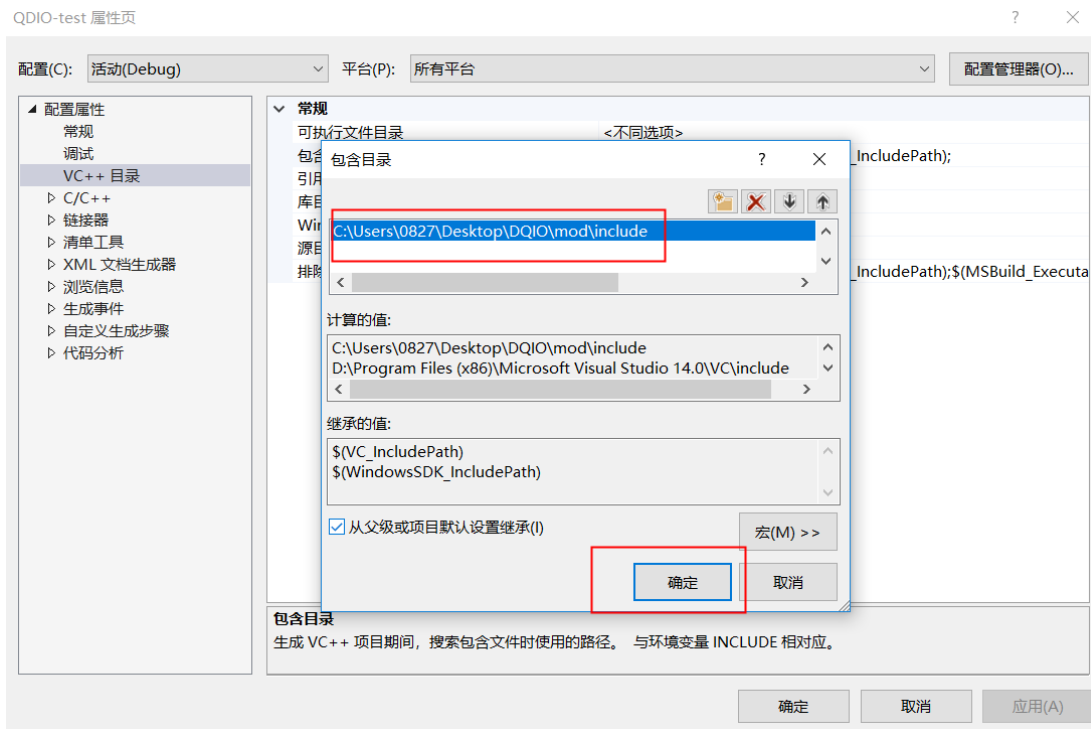

图 4-19 确认文件路径
4. 添加路径后，会在包含目录页面显示刚刚所添加的路径，确定，如图 4-19 所示。